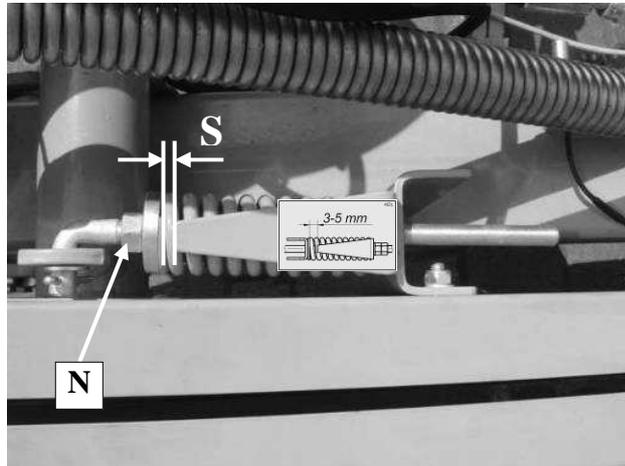

Рис. 21. Контроль напряжения клиновых ремней
Напряжение клиновых ремней ременной передачи контролируем с помощью указателя натяжителя (Рис. 21). Расстояние (S) должно составлять до 5 мм. При слишком свободных ремнях следует докрутить гайки (N) натяжителя. В случае повреждения одного из ремней следует заменить комплект клиновых ремней.